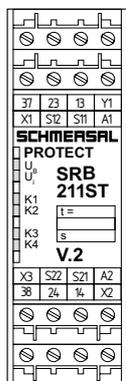

Fig. 2
5.2 Description des bornes (voir Fig. 2):